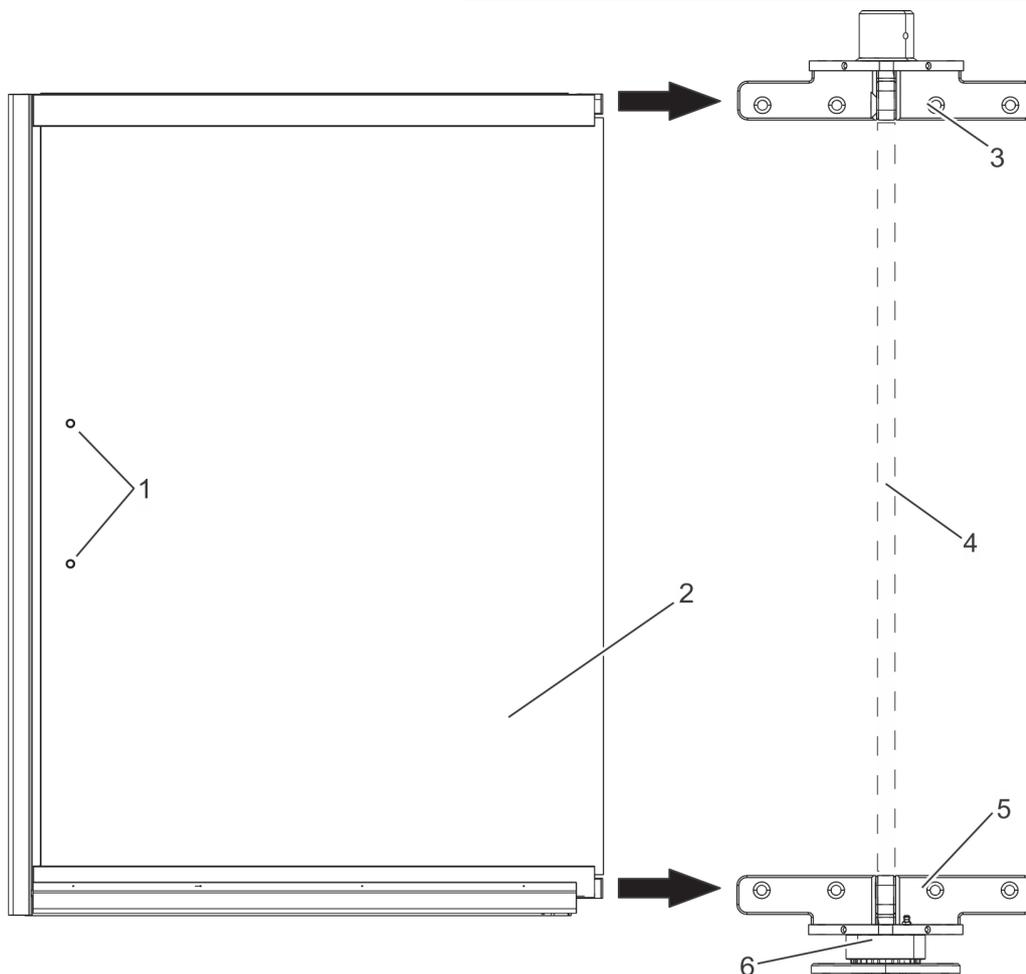

Рис. 82 Вставка створок без турникета
1. Вставить нижний подшипник в корпус подшипника (рис. 82/6) в соответствии с инструкциями производителя и смазать его.
2. Вынуть транспортировочные удерживающие устройства на нижней и верхней кромках створки (рис. 82/2).
3. Установить первую створку (рис. 82/2) задней стороной перед передней и нижней крестовинами (рис. 82/3 + 5), как показано на рис. 82. При этом может понадобиться опустить и повторно отрегулировать верхнюю крестовину (рис. 82/3).
Аккуратно вставить створку (рис. 82/2) в нижнюю и верхнюю крестовины (рис. 82/3 + 5). При необходимости во время вставки створки (рис. 82/2) нужно отрегулировать накладку.
5. Соединить верхнюю крестовину (рис. 82/3) со створкой.
6. Соединить нижнюю крестовину (рис. 82/5) со створкой.
7. Вставить вторую створку (рис. 82/2), как описано на этапах 3-7, и соединить ее с крестовинами (рис. 82/3 + 5). Извлечь накладку из верхней крестовины (рис. 82/3).
8. Вставить нащельную планку из ПВХ (рис. 82/4) в центр оси между крестовинами (рис. 82/3 + 5).
9. Установить остальные створки, как описано на этапах 3-7, и соединить их с крестовинами (рис. 82/3 + 5).
16. При необходимости установить ручки в предварительно просверленные отверстия (рис. 82/1) в створках (рис. 82/2).